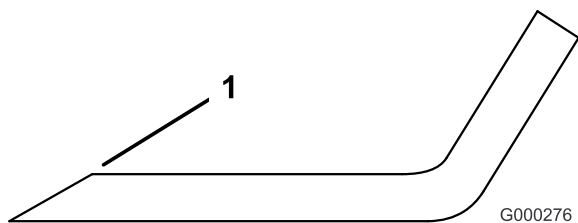

Figure 83
1. Au moyen d'une lime, aiguissez les tranchants aux deux extrémités de la lame (Figure 83) en veillant à conserver l'angle de coupe d'origine. Limez la même quantité de métal sur chacun des deux tranchants pour ne pas déséquilibrer la lame.